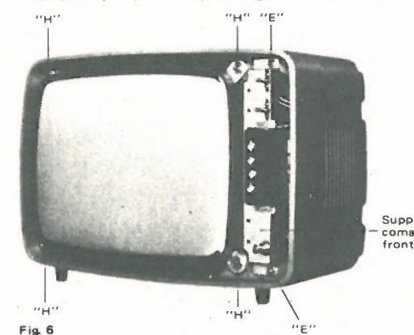

Fig. 6
- L'insieme comandi frontali, tolta la maschera, la contromaschera e i 2 dadi "E" (fig. 6), può essere spostato verso l'esterno lasciando collegato per consentire eventuali verifiche ad apparecchio funzionante.
- 3 - Svitare i 4 dadi "H" (fig. 6) asportare il cinescopio dalla parte anteriore del televisore.